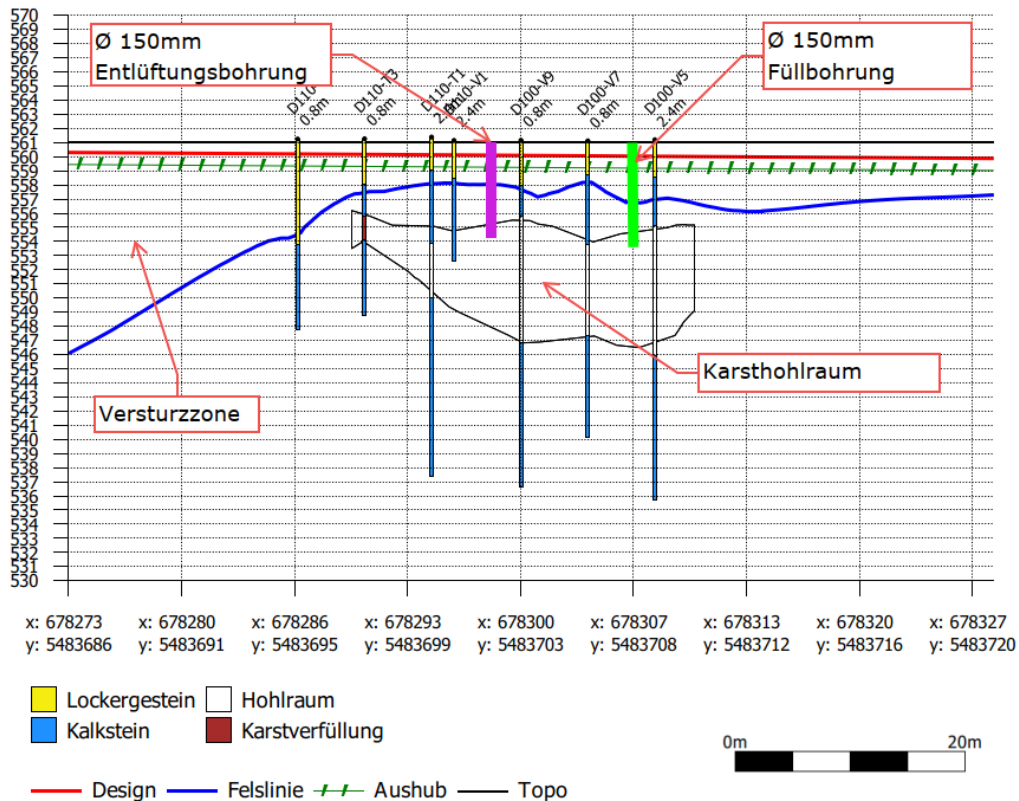

Abbildung 1: Beispielhafte Abbildung einer verfüllten/teilverfüllten Karststruktur
- Abteufen von mindestens 2 Bohrlöchern (Durchmesser 150 mm, mindestens ein Bohrloch für Befüllung, ein weiteres für Entlüftung/Kontrolle, Abbildung 1), welche die definierten Karsthohlräume erreichen (variable Tiefe, i.d.R. <15 m- vergleiche Tabelle 1),
- Abteufen von 2 Bohrlöchern (Durchmesser 150 mm, ein Bohrloch für Befüllung, ein weiteres für Entlüftung/Kontrolle, Abbildung 1), welche die definierten Karsthohlräume erreichen (variable Tiefe, i.d.R. <15 m). Die Bohrungen sollten als Rotationbohrungen ohne Kerngewinn, mit Luft oder Wasser Spülung gebohrt werden. Nach Beendigung der Bohrung, sollte ein Mantelrohr platziert werden, um das Zusammenbrechen des Bohrlochs zu vermeiden.